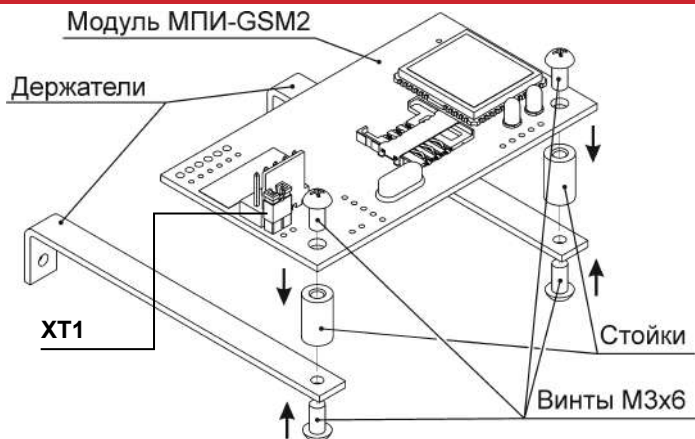

Рисунок 5 – Сборка модуля МПИ-GSM2
- б) Соберите модули МПИ-GSM2 с держателями (из комплекта ЗИП устройства), стойки и винты крепления взять из комплекта ЗИП устанавливаемого модуля МПИ-GSM2. Процесс сборки – см. Рисунок 5;
- в) Установите переключку ХТ1 «Реж.» в замкнутое положение – см. Рисунок 5.